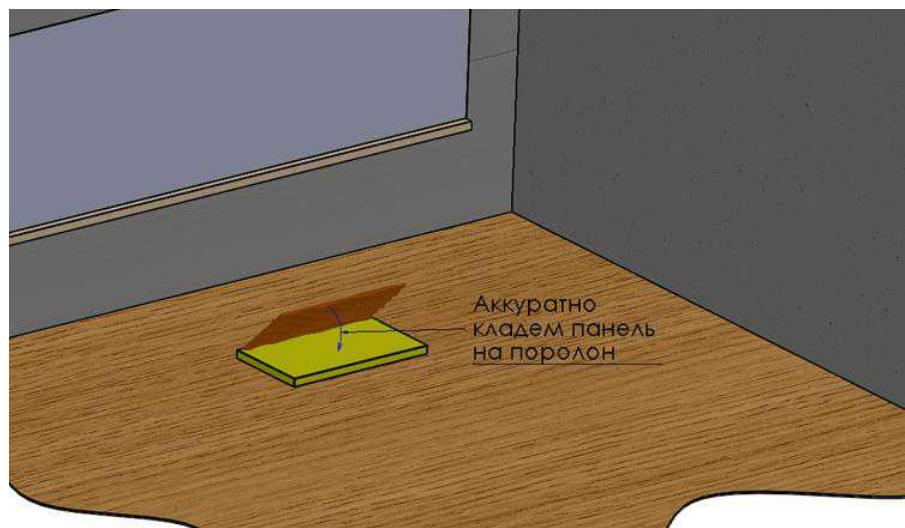

Рис. 2
2.7. Подготовка панелей. Панель следует перевернуть тыльной стороной, положив лицевой на мягкую поролоновую (или иную) поверхность, размером несколько больше размеров панели (рис. 2). Толщина поролона не менее 50мм. На тыльную сторону панели следует нанести в бутылчатым шпателем с крупными прямоугольными зубцами слой клеевого раствора 2-4мм(рис 3, 4). **Для обеспечения качественнойстыковки слой клеевого раствора выводится в максимально равномерную плоскость.**